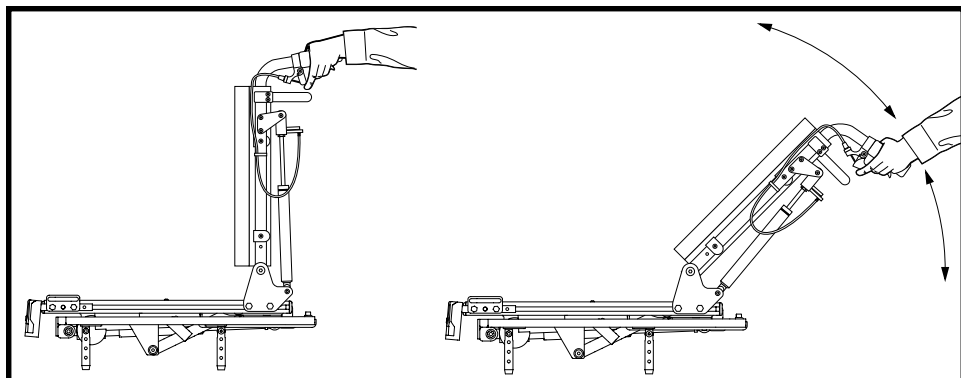

Figura 26. Regolazione manuale dell'angolazione di inclinazione
2. Stringere contemporaneamente le maniglie di rilascio dell'inclinazione e posizionare lo schienale sull'angolazione desiderata. Vedere figura 26.